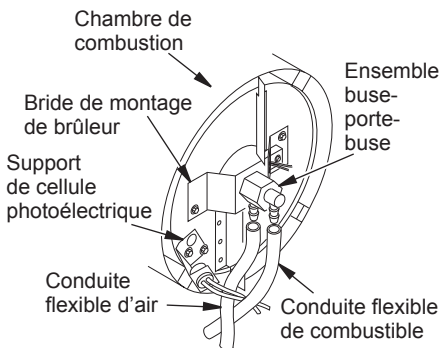

Figure 19 - Dépose des conduites flexibles de combustible et d'air (modèles 40/55T/70T uniquement)
14. Remettez la cellule photoélectrique dans son support. Acheminez les fils comme illustré à la Figure 19, 20 ou 21.
3. Enlevez les conduites flexibles de combustible et d'air de la buse (voir Figure 19, 20 ou 21).
4. Vérifiez que les conduites flexibles de combustible et d'air ne sont ni fendillées ni trouées. Si la conduite flexible de combustible est endommagée, débranchez-la du porte-buse (voir Figure 19, 20 ou 21, page 12) et du filtre à combustible (voir *Filtre à combustible*, page 11). Si la conduite flexible d'air est endommagée, débranchez-la du porte-buse (voir Figure 19, 20 ou 21, page 12) et du raccord à griffes du couvercle d'extrémité de la pompe (voir Figure 24).
5. Installez une conduite d'air et/ ou de combustible neuve. Raccordez une extrémité de la conduite flexible d'air au raccord à griffes du couvercle d'extrémité de la pompe (voir Figure 24) et l'autre au porte-buse (voir Figure 19, 20 ou 21, page 12). Raccordez une extrémité de la conduite flexible de combustible au filtre à combustible (voir *Filtre à combustible*, page 11) et l'autre au porte-buse (voir Figure 19, 20 ou 21, page 12).
Remarque : Acheminez les conduites flexibles comme illustré à la Figure 19, 20 ou 21, page 12, selon le modèle. Elles ne doivent pas toucher le support de la cellule photoélectrique.